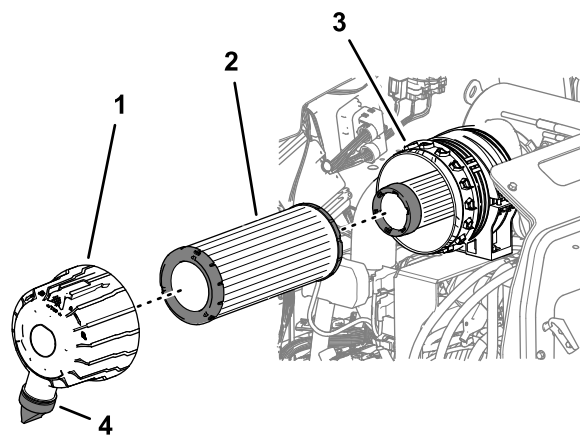

Figura 52
3. Togliete il filtro primario dell'aria (Figura 52).